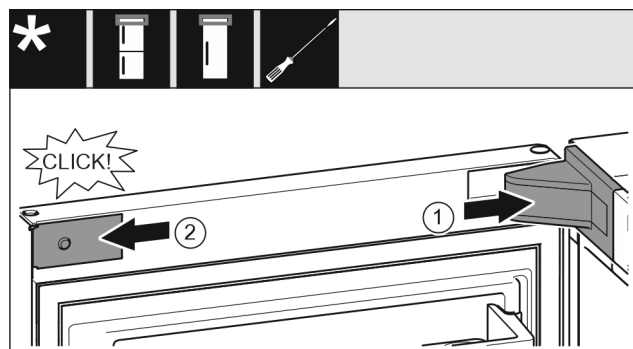

Fig. 27
- ▶ Mettre en place le cache du support de palier Fig. 27 (1) et l'enclencher. Au besoin, l'écartier avec précaution.
- ▶ Placer le cache Fig. 27 (2) sur le côté et l'enclencher.